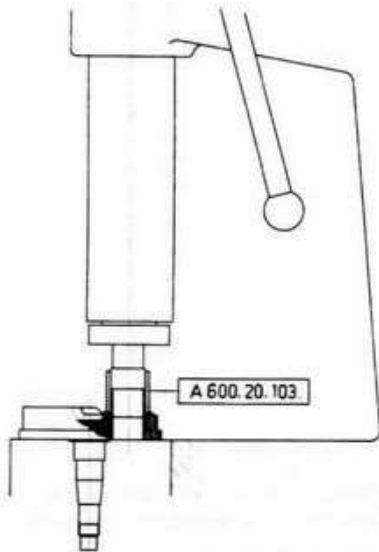

Fig. 45
- Zentrierhülse Nr A 600.20.103 über den Pleuelzapfen schieben und letzteren einpressen (Fig. 45)
- Chasser le maneton à la presse en utilisant la douille de guidage No A 600.20.103 (fig. 45)